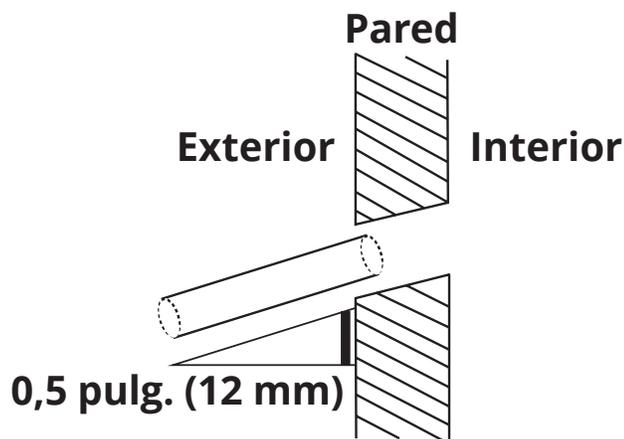

Figura 5.3
2. A continuación, con una broca sacanúcleos de 3,5 pulgadas (90 mm), taladre un orificio en la pared para permitir que el tubo de drenaje se dirija hacia el exterior del edificio. Al perforar el orificio, asegúrese de hacerlo en un ángulo ligeramente hacia abajo, de modo que el extremo exterior del orificio quede más bajo que el extremo interior aproximadamente 0,5 pulgada (12 mm). Esto asegurará un drenaje adecuado. Consulte la **Figura 5.3** a continuación como guía.